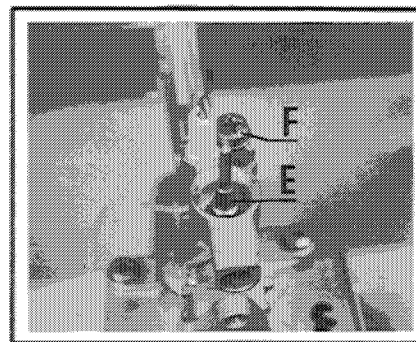

Fig. 8
5) Thermocouple (fig. 8).
6) Spark Electrode (fig. 8).